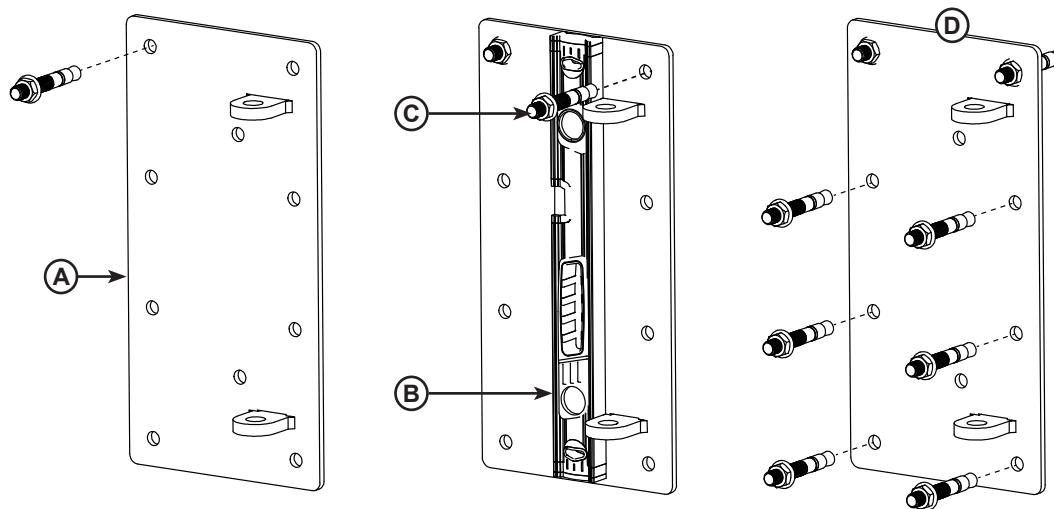

Figura 7
1. Si empezará con un agujero de montaje superior, use un taladro percutor y una broca de mampostería de 5/8 pulg. para perforar el primer agujero de anclaje. Instale un perno de anclaje en el primer agujero (**A**) sin apretar demasiado. Consulte la **Figura 7**.